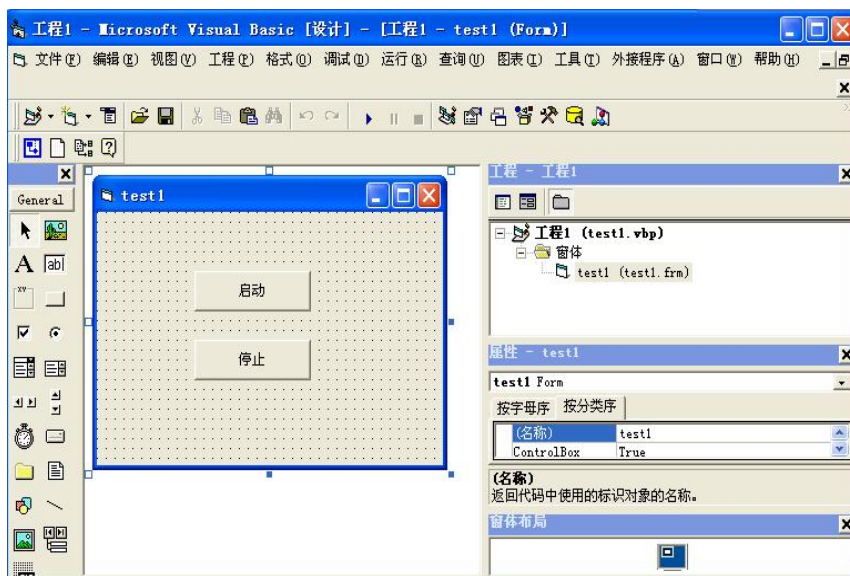

图 5.3 修改对话框（VB）
- 2) 打开 Visual Basic 6.0，新建一个“标注 EXE”工程，在对话框上添加按钮“启动”和“停止”，并将其名称分别修改为“CB_Start”和“CB_Stop”，如图 5.3 所示。